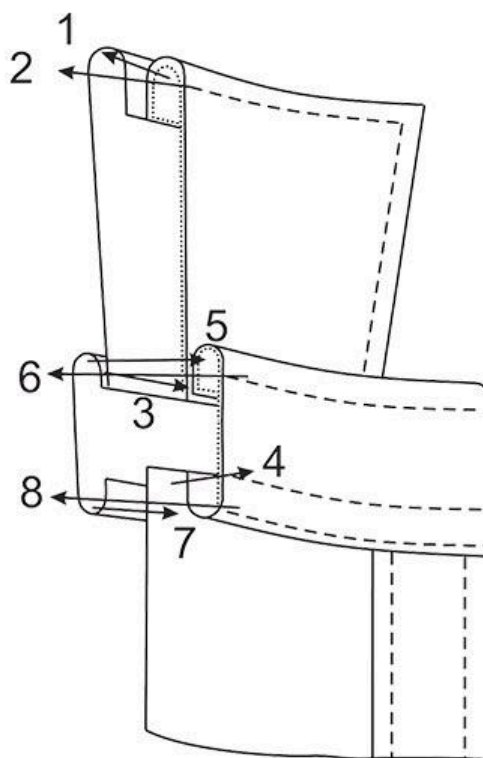

Рис. 2
2. Обтачайте верхний воротник нижним по отлёту и концам. (Рис. 2 строчка 1)
4. Настрочите отделочную строчку по отлету и концам воротника. (Рис. 2 строчка 2)
5. Скрепите верхний и нижний воротники по нижнему срезу, шириной шва 5 мм. (Рис. 2 строчка 3)
6. Начертите линию обтачивания уступов стойки. Застрочите нижний срез верхней стойки с огибанием среза клеевого прокладочного материала. (Рис. 2 строчка 4)
7. Притачайте стойку к воротнику, обтачивая уступы стойки, подрежьте припуски швов обтачивания уступов, выверните стойку на лицевую сторону. (Рис. 2 строчка 5). Приутюжьте.
8. Настрочите отделочную строчку по шву соединения воротника со стойкой и краю уступов стойки. (Рис. 2 строчка 6)